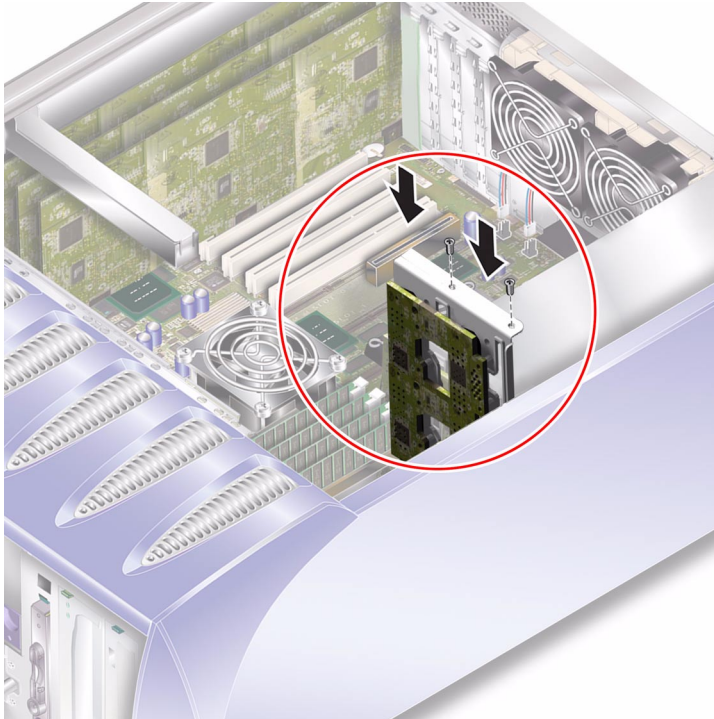

FIGURA 1-14 Reemplazo de la placa de distribución de alimentación eléctrica
1. Utilizando como guía las dos patillas de ubicación de la parte inferior de la placa de distribución de alimentación eléctrica, coloque la unidad correctamente en el servidor. Consulte la FIGURA 1-14.